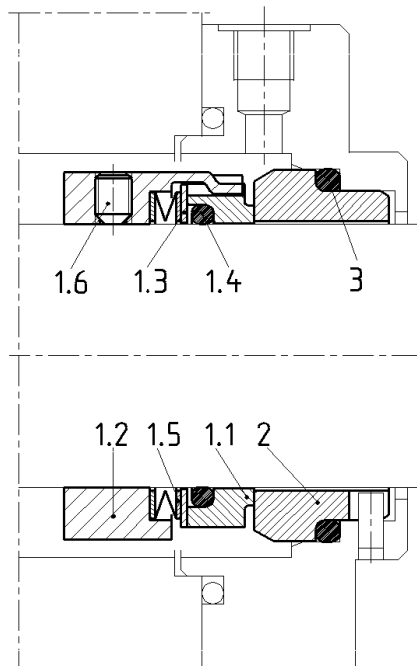

Abb. 1
Ziffern in Klammern, z. B. (2), in nachfolgenden Beschreibungen entsprechen der jeweiligen Pos.-Nr. in der Abb. 1. Die Positionsnummern können von denen in der zugehörigen Zusammenstellungs-Zeichnung abweichen.